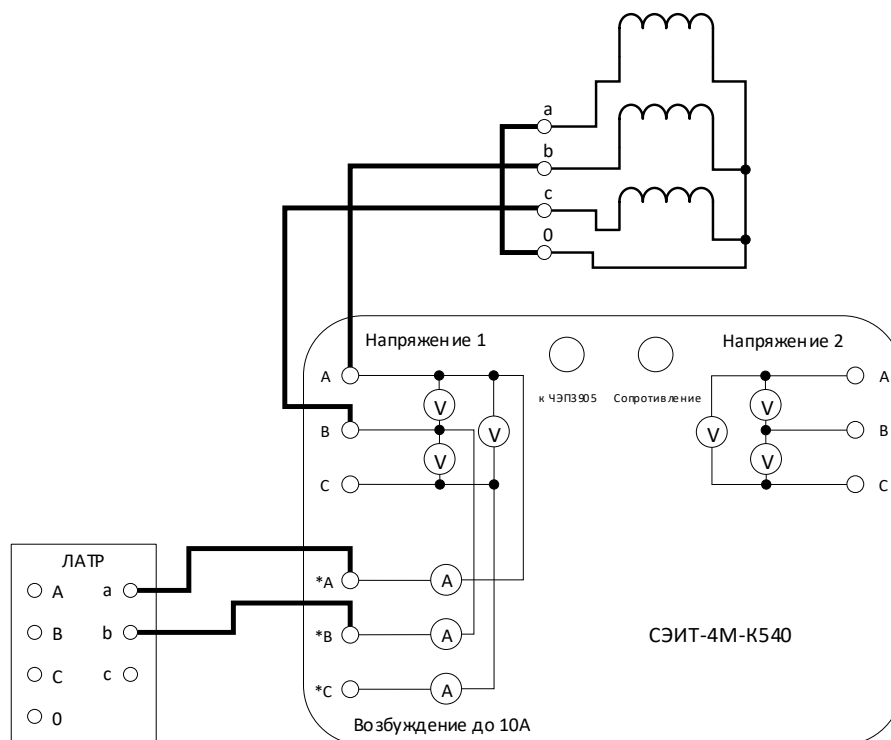
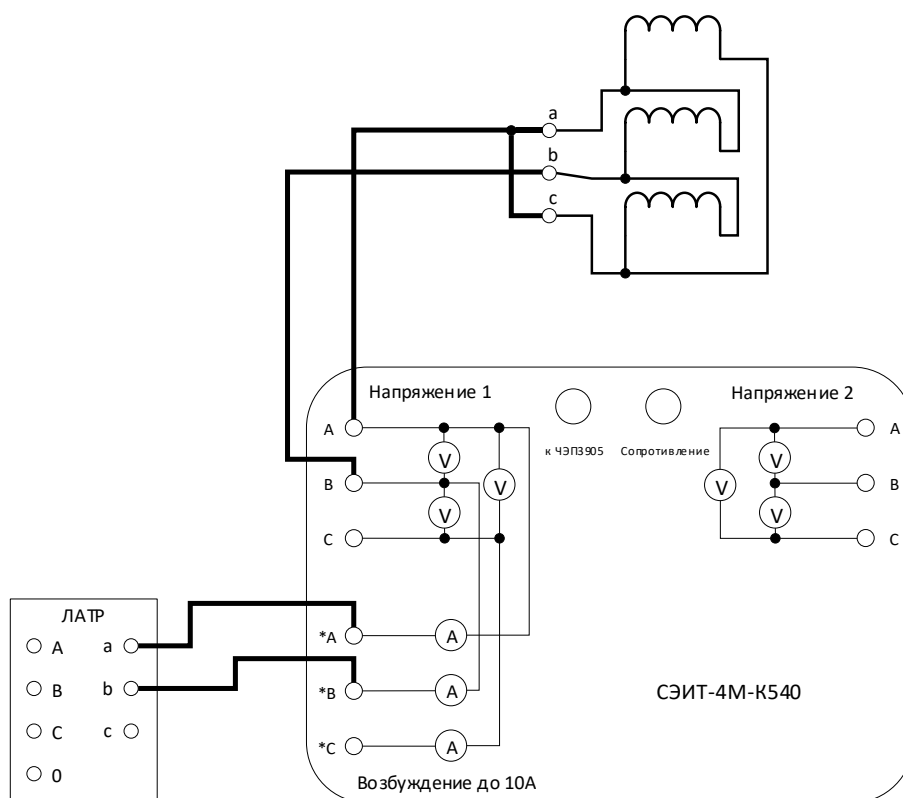

Рис. 15. Опыт холостого хода при малом напряжении для обмоток, соединенных звездой
Рис. 16. Опыт холостого хода при малом напряжении для обмоток, соединенных треугольником
1) Выполняют короткое замыкание обмотки фазы А, возбуждают фазы В и С трансформатора и измеряют потери. Измерительные схемы данного опыта для схем соединения обмоток  $Y_0$  и  $\Delta$  приведены на рис. 15 и рис. 16 соответственно.